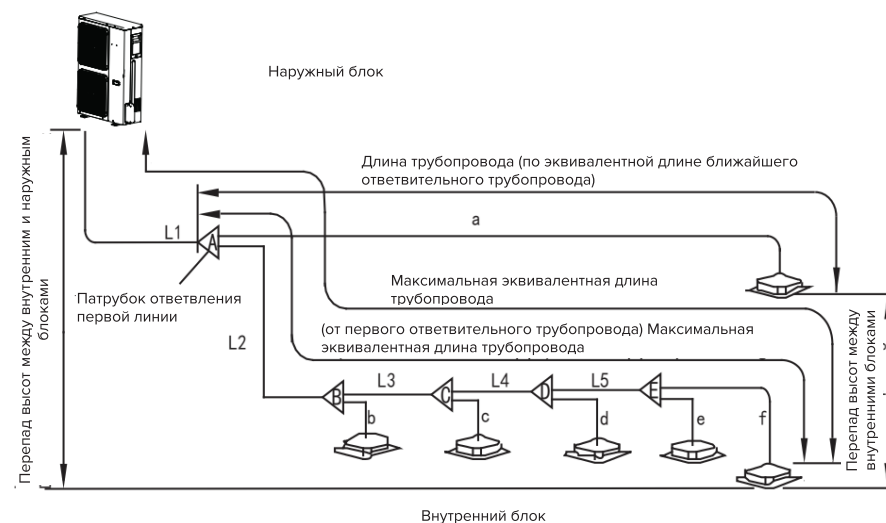

Рис. 4-6
- Магистральный трубопровод (см. рис.4-6 и табл.4-4)
- На рис.4-6 показан магистральный трубопровод L1, мощность наружного блока составляет 28 кВт, согласно рис.4-6 получаем диаметр газовой трубы/жидкостной трубы равный Ø22,2/Ø9,5, общая эквивалентная длина трубопроводов линии жидкости и газа >90м, тогда, согласно таблице 4-4, получаем диаметр газового трубопровода/жидкостного трубопровода Ø25,4/Ø12,7, и в соответствии с принципом максимального значения, следует принять диаметры Ø25,4/Ø12,7.